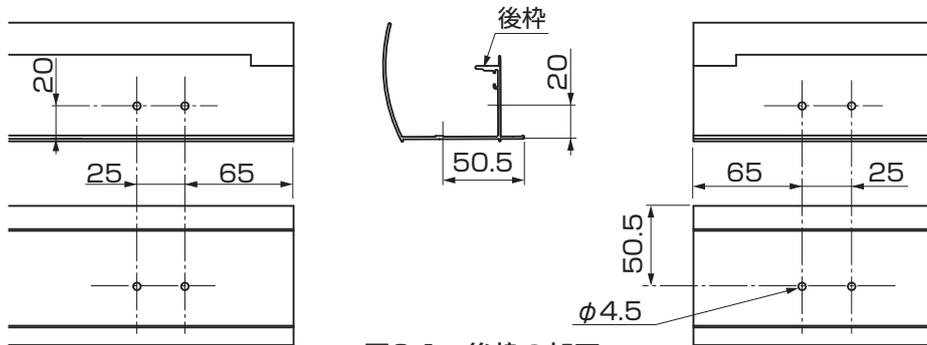
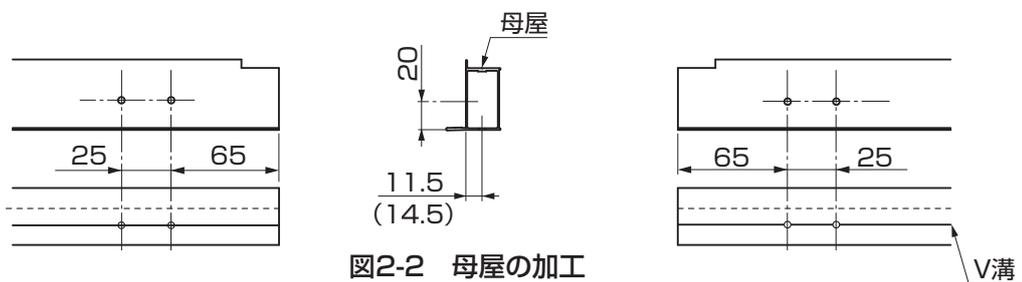

図2-1 後枠の加工
図2-2 母屋の加工
①後枠・母屋の連棟側を穴加工してください。(図2-1、図2-2参照)